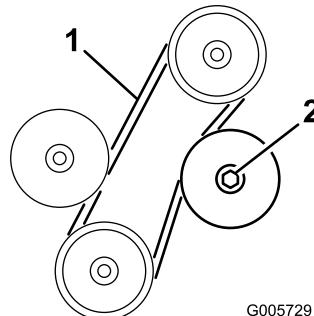

Figura 65
3. Uma tensão adequada deverá permitir um desvio de 6 mm quando for aplicada uma força de 22 N numa zona intermédia da correia, entre as duas polias (Figura 65). Se o desvio for incorrecto avance para o passo 4. Se estiver correcto, avance para o passo 5.
4. Desaperte a porca de bloqueio que prende a polia intermédia ajustável (Figura 65). Pressione a polia intermédia contra à correia até atingir o desvio desejado e aperte novamente a porca de bloqueio (Figura 65).
2. Desaperte a porca de bloqueio que fixa a polia intermédia, retire a polia da correia e, em seguida, retire a correia das outras polias (Figura 65).
3. Monte uma nova correia e verifique a sua tensão. Pressione a polia intermédia de encontro à correia até atingir um desvio de 6 mm exercendo uma força de 22 N na zona intermédia entre a polia superior e a polia intermédia fixa. Aperte a porca de bloqueio da polia intermédia para fixar o ajuste (Figura 65).